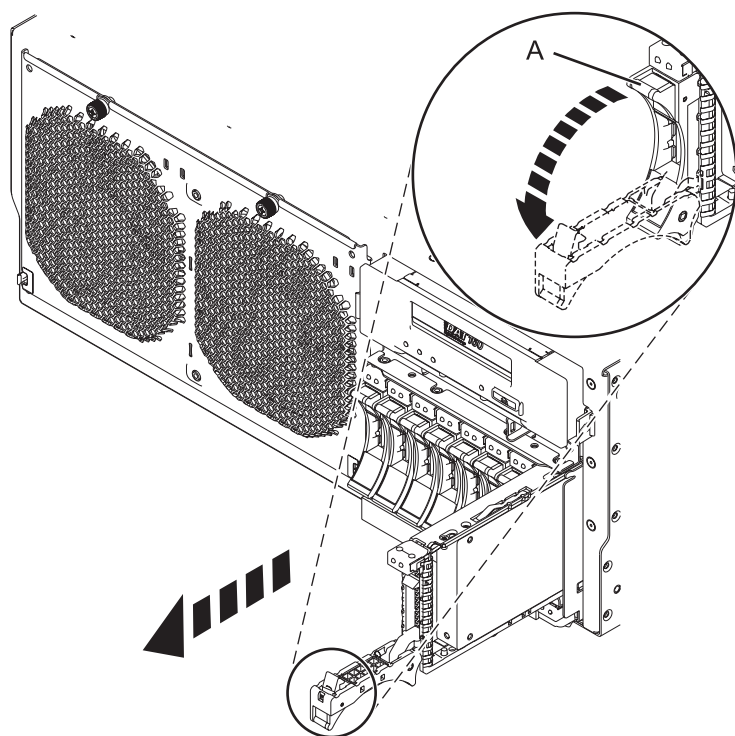

Figura 39. Extracció d'una unitat de disc del sistema
1. Desbloqueu la nansa de la unitat fent pressió i estirant-la cap a vosaltres, tal com es mostra a la Figura 39. Si la nansa no ha sortit del tot, la unitat de disc o unitat d'estat sòlid no podrà lliscar fora del sistema o de la unitat d'expansió.